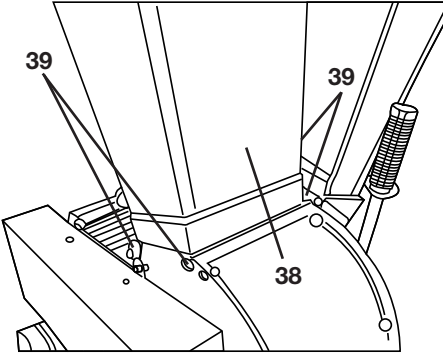

Bild 37
- Setzen Sie nun den oberen Trichter (38) wieder auf den Schredder. Achten Sie darauf, dass die Gewindestange in die Halterung des Sicherheitsschalters kommt, ziehen Sie die 4 Befestigungsschrauben (39) (SW 15) wieder an (siehe „Bild 37“).